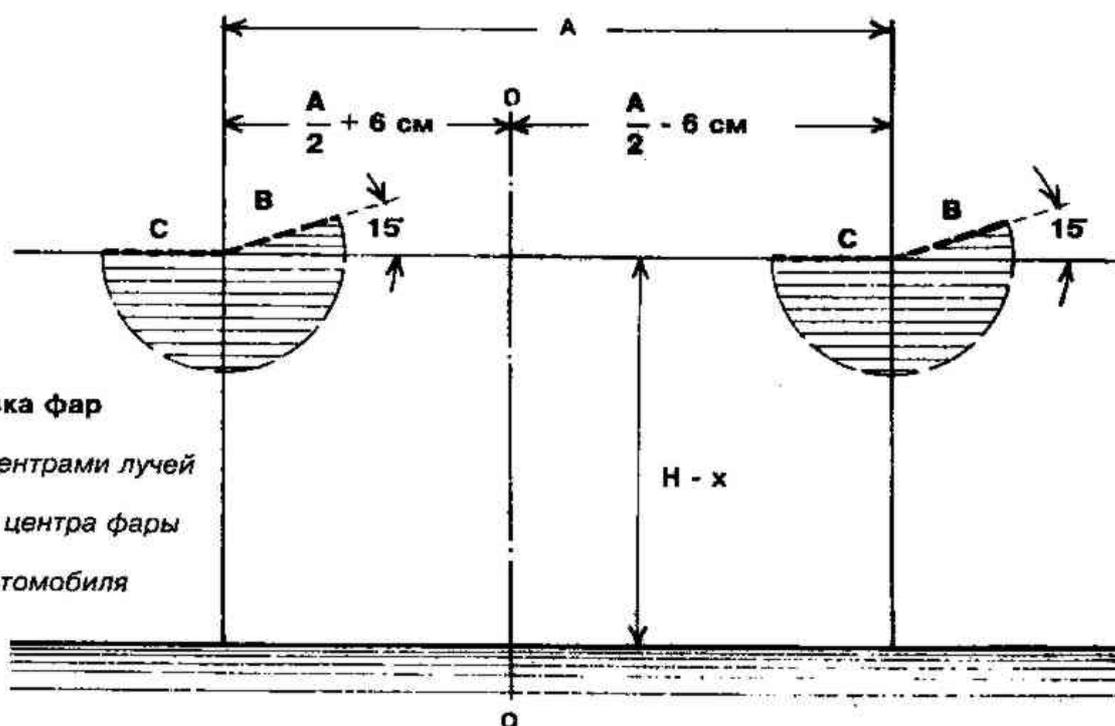

Рис.10.15. Регулировка фар
5. Замерьте расстояние между центрами фар, подлежащих регулировке, и нанесите на щит маркировку, показанную на Рис.10.15 и 10.16.
6. **Фары.** Включив фары на ближний свет, закройте другие фары и подфарники, чтобы не было бликов. Осторожно регулируя свет фар двумя регуляторами сзади фар, перемещайте их лучи в горизонтальной плоскости, пока точка "С" (Рис.10.15) не совместится с перекрестием на щите. Регулируйте фары в вертикальной плоскости до тех пор, пока верх луча не будет касаться пунктирной линии (Рис.10.15)